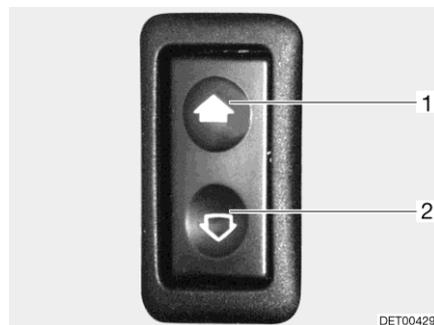

Fig. 24 Interruptor para el elevelunas eléctrico
- Abrir:* ■ Pulsar la parte inferior (Fig. 24,2) del interruptor.
- Cerrar:* ■ Pulsar la parte superior (Fig. 24,1) del interruptor.